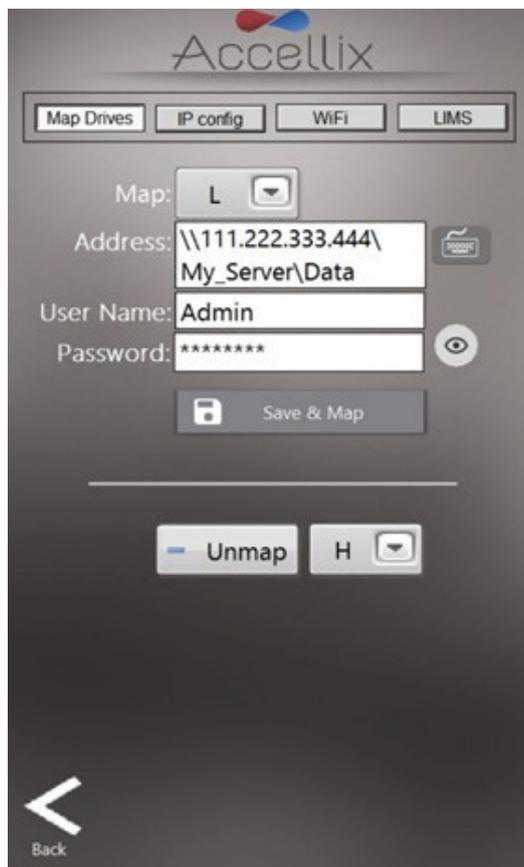

Figure 24 : écran Réseau : onglet Mapper des lecteurs
L'écran de la fonction **Network** (Réseau) (Figure 24) contient 4 onglets :
1. L'onglet Map Drives (Mapper des lecteurs) (Figure 24) permet à l'utilisateur de mapper la lettre d'un lecteur vers un lecteur réseau.